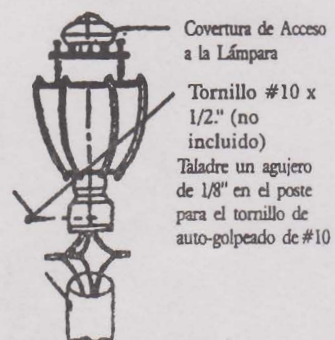

Figura 7
4. Asegure la instalación al poste con el tornillo de auto-golpeado # 10x1/2. (no incluido) (Figura 7)